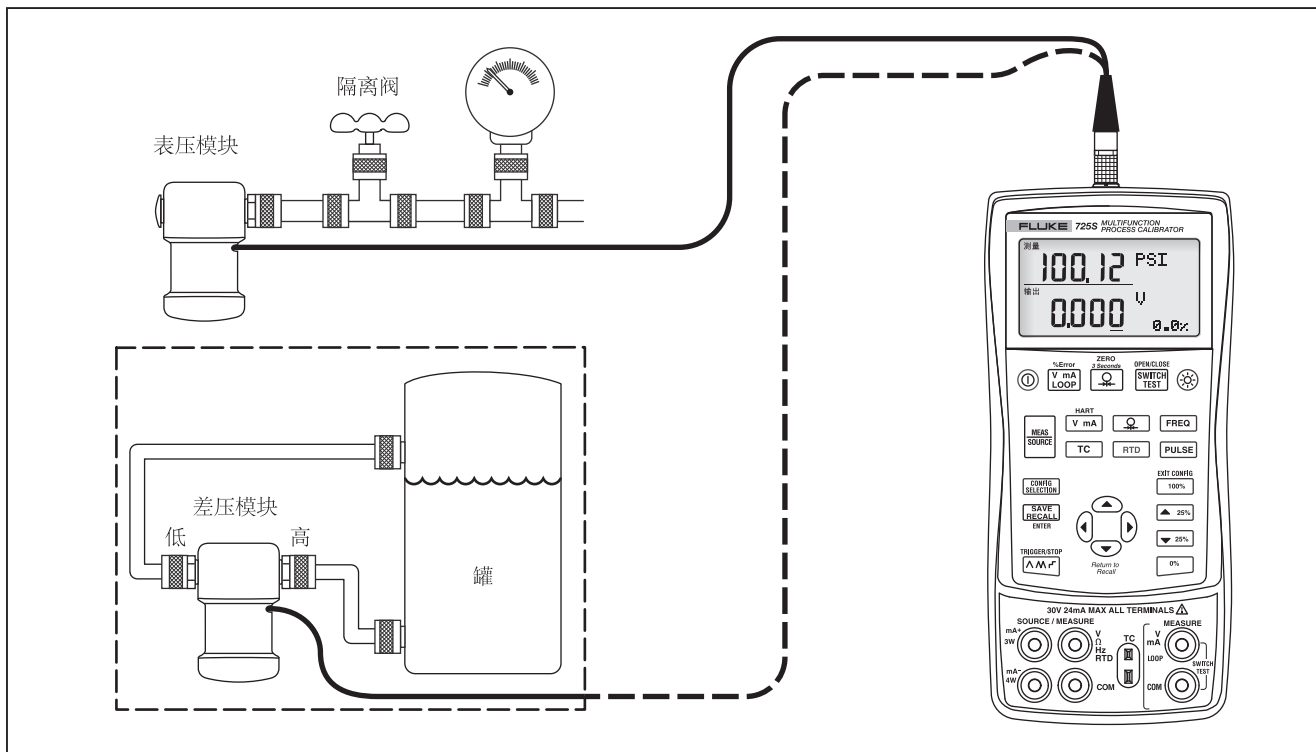

图 13. 压力测量连接
1. 将压力模块连接到产品，如图 13 所示。压力模块上的螺纹可接受标准的 1/4 NPT 管配件。如果必要，使用随附的 1/4 NPT 至 1/4 ISO 转接器。